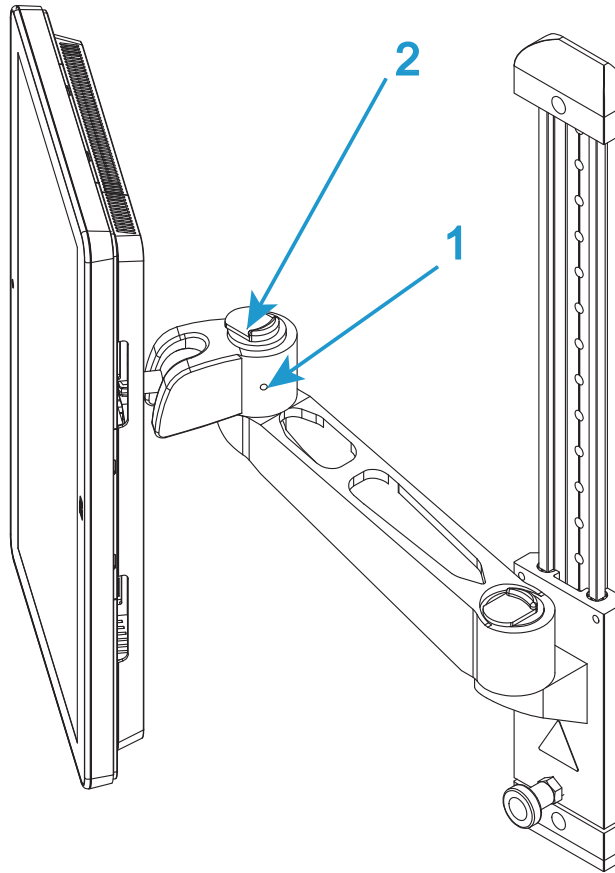
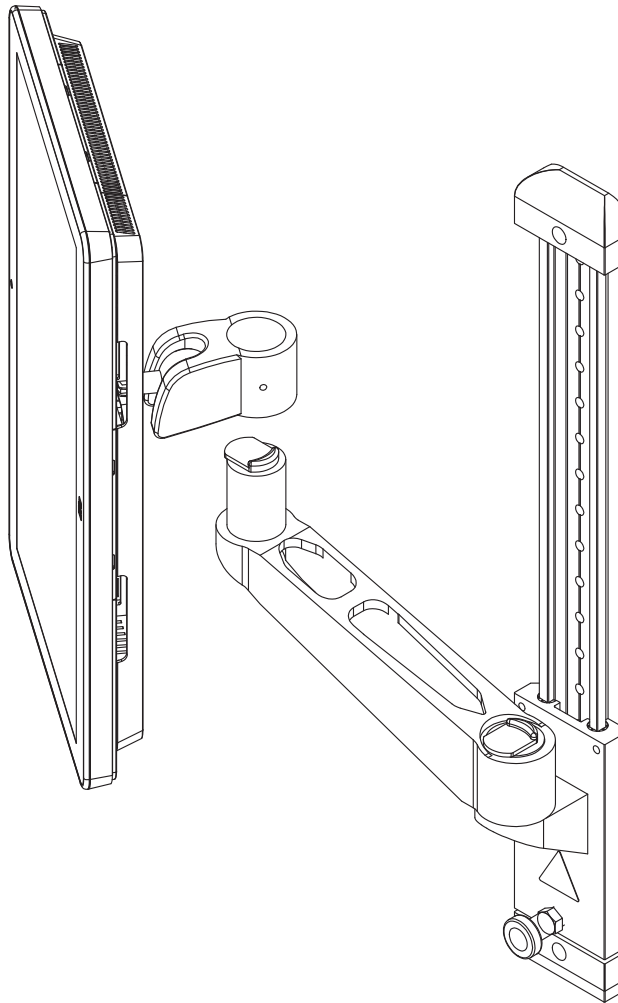

Figura 12. Brazo de montaje
Figura 13. Levante para retirar
3. En caso necesario, afloje el tornillo de ajuste en el lado del "codo" del brazo de montaje (1 en Figura 12 en la página 51).
4. Accione el mecanismo de liberación situado en la parte superior del "codo" (2 en Figura 12 en la página 51) y levante la Panel del operador Bluehill® alejándola del brazo de montaje (Figura 13 en la página 52).